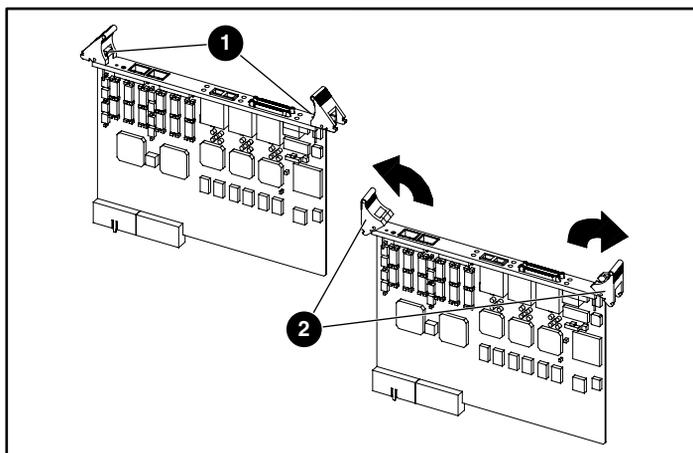

Figure 10 : Abaissement des loquets d'éjection
- ❶ Vis captives
4. Déverrouillez les loquets d'éjection du routeur en appuyant sur les deux boutons (reportez-vous à la Figure 10). Abaissez les loquets vers les bords extérieurs de la carte routeur.